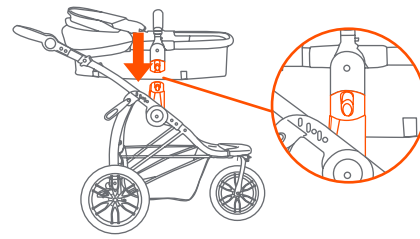

Fig. 10b
• Instale la sillita alineando las anclas que están a los lados de la sillita con las anclas del armazón del carrito y empújelas hasta que se encajen de forma segura (Fig. 10b). La sillita puede quedar mirando hacia cualquiera de las direcciones, ya sea hacia adelante o hacia atrás.